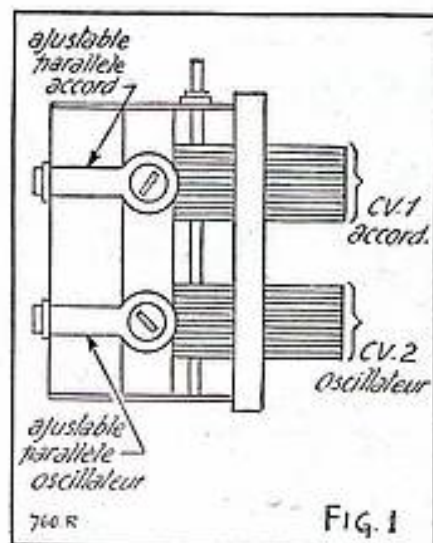

FIG. 1
I. — Sur le condensateur variable (C.V.) il y a généralement 2 petits condensateurs au mica, réglables au moyen d'une vis. Ce sont les ajustables parallèle (voir fig. 1) sur certains postes, le C.V. n'en comporte pas, ceux-ci se trouvent alors sur le bloc de bobinages. Le C.V. est muni de deux cages, parfois trois. La cage appelée C.V. 1 ou accord est celle qui se trouve du côté de l'axe, donc vers l'avant de l'appareil, mais sur certains montages elle est à l'arrière. Pour s'en assurer, l'accord est toujours en liaison avec la grille de commande de la première lampe (changeuse de fréquence). Si le poste est équipé de lampes types octal ou transcontinental, un cordon blindé relie le sommet de la lampe ; pour les lampes rimlock ou miniature, l'accord C.V. est relié, sous le châssis, à une des cosses du support (grille).